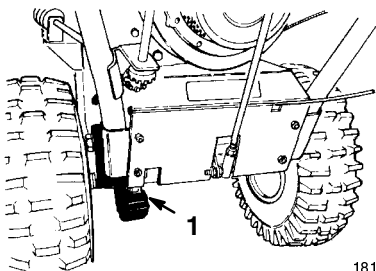

Figure 33
2. Lubrifiez légèrement la chaîne de transmission avec du lubrifiant pour chaîne (Fig. 33).